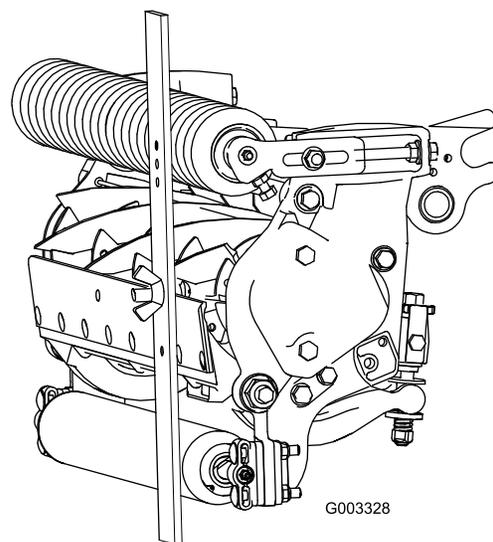

Figura 18
3. Agganciate la testa della vite sul tagliente della controlama e poggiate l'estremità posteriore della barra sul rullo posteriore (Figura 18).
4. Ruotate la vite di regolazione finché il rullo anteriore non toccherà la barra di riferimento (Figura 18). Regolate entrambe le estremità del rullo finché l'intero rullo non sarà parallelo alla controlama.